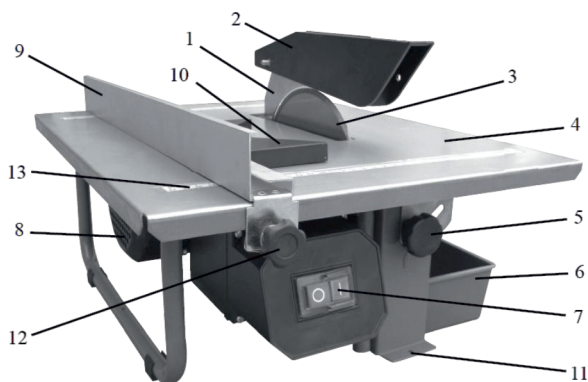

Рисунок 1 - Общий вид
- установите плиткорез на ровной горизонтальной поверхности стола и зафиксируйте с помощью крепёжных отверстий 11 (рисунок 1);
- установите и зафиксируйте параллельный упор 9 винтами фиксации 12 (смотрите рисунок 1);